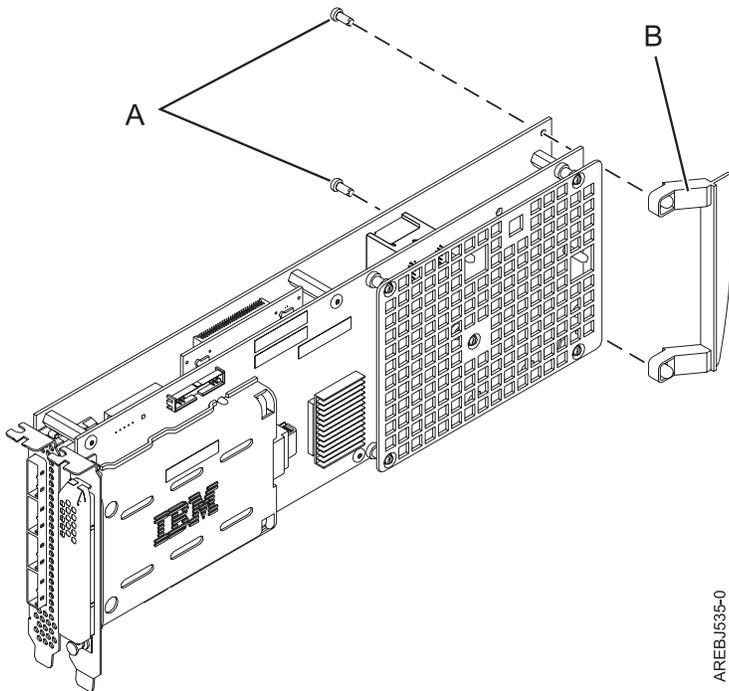

Abbildung 38. Kassettenadaptergriff anbringen
- a. Entfernen Sie den Adaptergriff **B** (siehe Abb. 38 auf Seite 54).